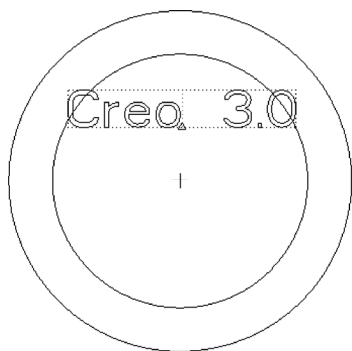

图 3-7 打开模型文件
STEP 01 单击快速访问工具栏中的“打开”按钮, 打开模型文件, 如图 3-7 所示。